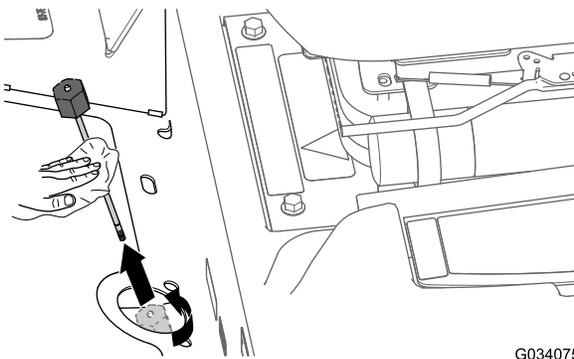

Bild 83
2. Entfernen Sie den Peilstab (Bild 83) aus dem Füllstutzen des Getriebegehäuses und wischen ihn mit einem sauberen Lappen ab.